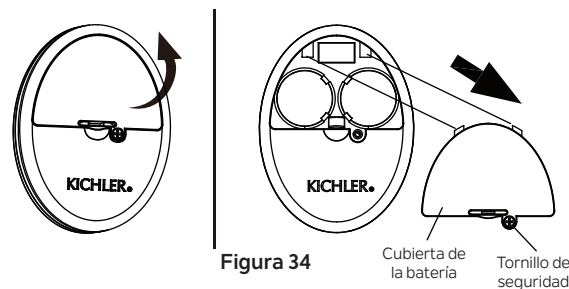

Figura 34
Paso 1. Para retirar o reemplazar las baterías, afloje el tornillo de seguridad y retire la cubierta de las baterías de la parte posterior del transmisor para acceder al compartimento de las baterías. (Figura 34)
Paso 1. Afloje el tornillo de seguridad y retire la cubierta de la batería de la parte posterior del transmisor para acceder al botón "**APRENDER**". **(Figura 34)**
Paso 1. Afloje el tornillo de seguridad y retire la cubierta de la batería de la parte posterior del transmisor para acceder al botón “**APRENDER**”. **(Figura 34)**